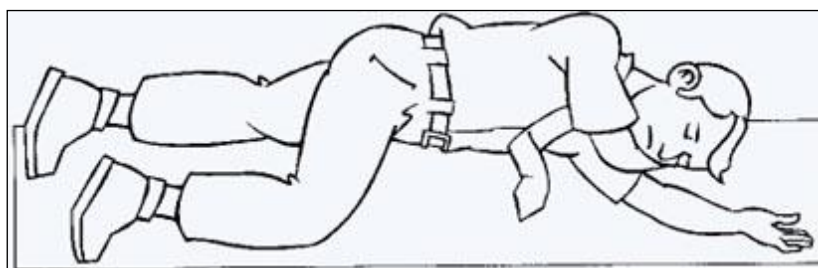

Figura 1: posición de seguridad
- 1º. Situar a la persona tumbada boca arriba y arrodillarse en uno de sus lados (Figura 1).